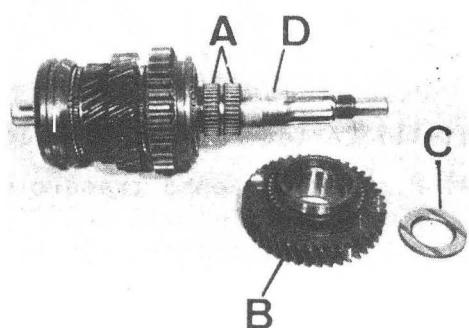

Fig. C1-119 Conjunto eje principal
1.1. Desmontar los dos rodamientos de rodillos, A (Fig. C1-119) del engranaje, B, de 1a velocidad.